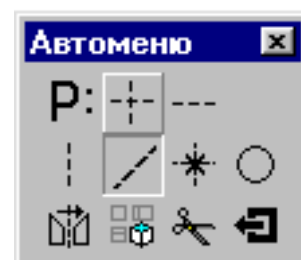
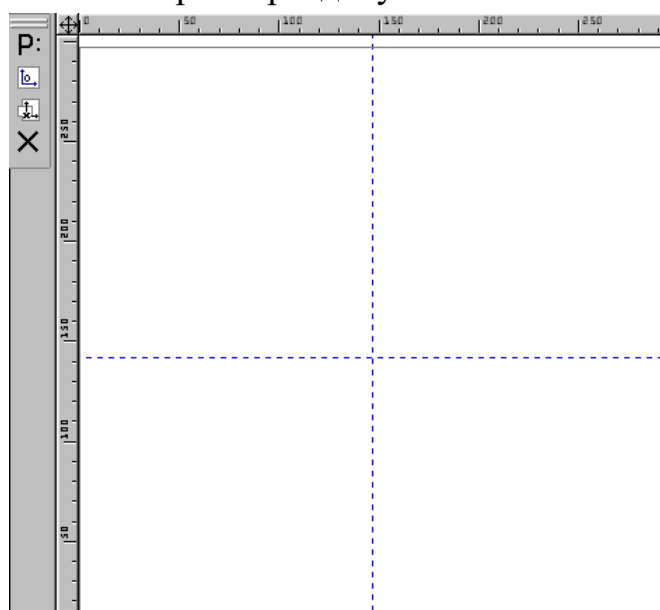

Рис. 1.3. Автоменю.
Рис. 1.4. Относительная система координат чертежа.
3. Создать относительную систему координат, в которой будем вести построение одного из видов детали (рис. 1.1), например главного. Отметим, что любой чертеж системы T-FLEX CAD имеет систему координат, заданную по умолчанию. Условимся называть эту систему абсолютной. Точка с координатами (0;0) этой системы расположена в левом нижнем углу формата чертежа. Для создания относительной системы координат необходимо войти в команду «Построения|Прямая» и выбрать в появившемся автоменю пиктограмму  (рис. 1.3). Результат этого действия - на экране появятся две перпендикулярные прямые, перемещающиеся вместе с курсором мыши (рис. 1.4). Для привязки этих линий к чертежу достаточно указать курсором в нужную точку и нажать левую клавишу мыши. После этого перпендикулярные линии окажутся зафиксированы. Однако при необходимости их можно сместить. Об этом будет сказано далее.